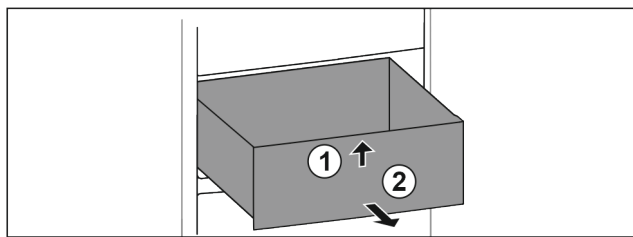

Fig. 134
- Sollevare il cassetto dal davanti. Fig. 134 (1)
- Rimuovere il cassetto tirandolo in avanti. Fig. 134 (2)